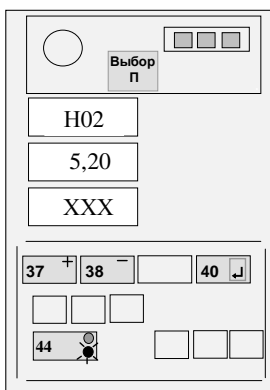

Рисунок 10
Нажимая кнопку **ВЫБОР П** (36), установить на верхнем ИЖЦ код "**H02**" (Индикация вылета стрелы, см. рисунок 10).
Изменяя положение датчика угла наклона стрелы, добиться отображения на среднем ИЖЦ значения вылета, указанного в правом столбце таблицы 3 (см. рисунок 10) для установленного значения вылета по рулетке. Затянуть винты крепления датчика.
Нажимая кнопку 44, набрать на верхнем ИЖЦ код "**H02**" (см. рисунок 10).